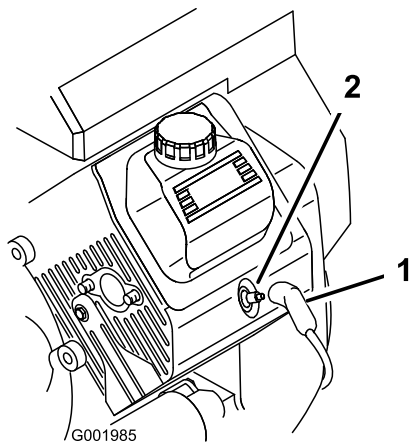

図 51
- 点火プラグのコードが抜けているのを確認する (図 51)。
3. 点火コードを取り付ける (図 51)。